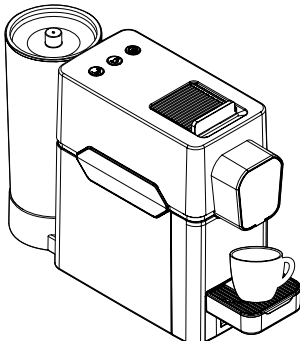

Fig. 4
- Caffè espresso: si consiglia di utilizzare la posizione superiore della vasca raccogliocce, agganciandola ai due fori superiori (Fig.4).
- Posizionare una tazzina, o una tazza o una mug, sotto l'erogatore (Fig.4 - 5 - 6).